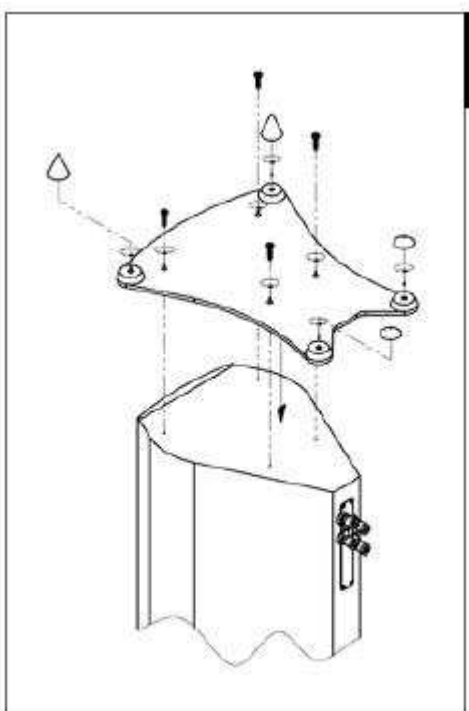

FIG.7b
3. fije la caja a la pared deslizando los orificios del soporte por los tornillos de la pared (fig. 7b);